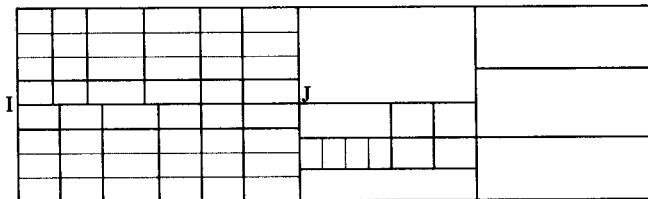

图 1-24 修剪标题栏的结果
(9) 单击“修改”工具栏中的“修剪”按钮 F ，利用“修剪”命令，修剪标题栏的左侧区域，选择直线 IJ 为修剪边界对象，修剪结果如图 1-24 所示。